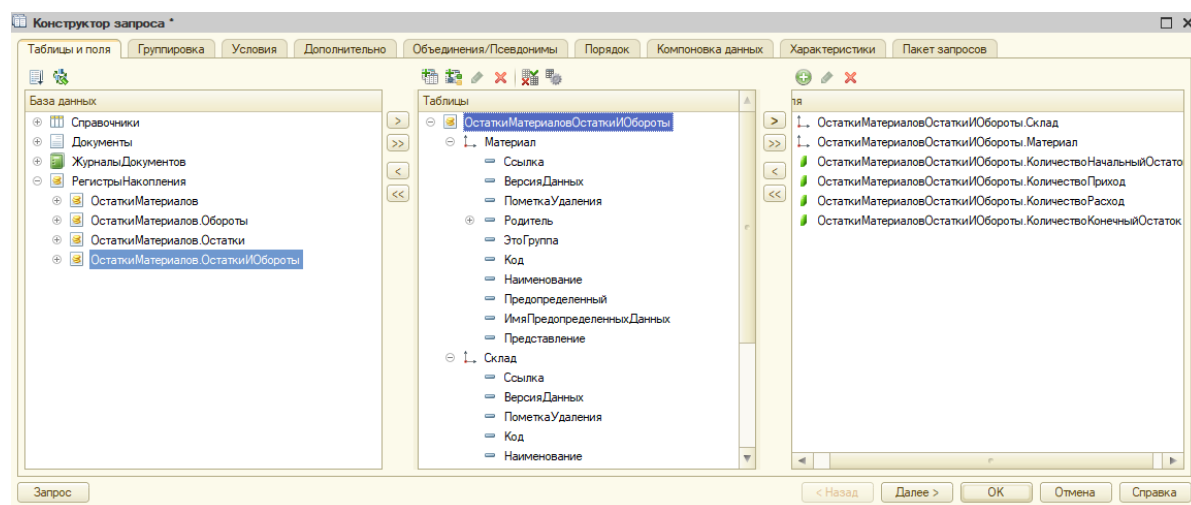

Рис. 2.4 Выбранные поля
5. Двойным щелчком мыши или соответствующими стрелками необходимо выбрать Склад и Материал. Затем выберите КоличествоНачальныйОстаток, КоличествоПриход, КоличествоРасход. В заключение выберите КоличествоКонечныйОстаток. В результате окно Поля должно быть заполнено следующим образом (рис. 2.4).